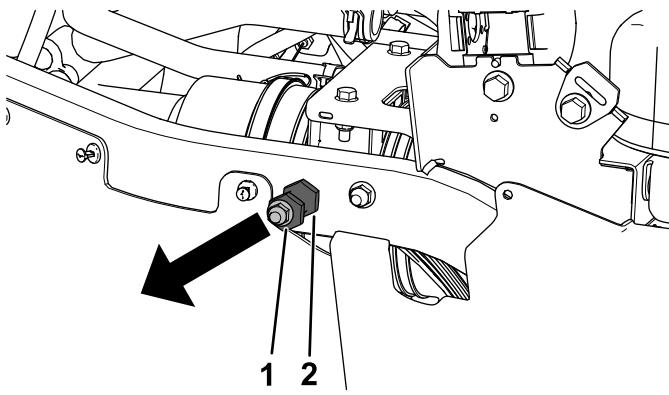

Figure 11
4. Retirez le contre-écrou ($\frac{3}{8}$ po) et la goupille de verrouillage des tubes arrière droit et gauche du cadre (Figure 11).